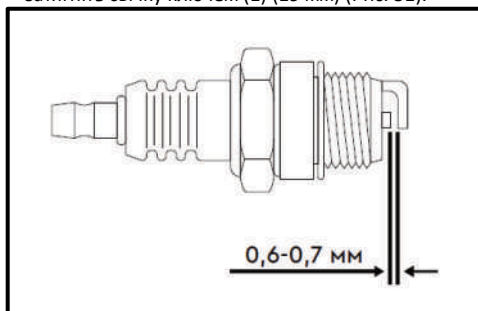

Рис. 53
- Виміряйте та впевніться, що відстань між електродами становить 0,6-0,7 мм (Рис. 53). Якщо